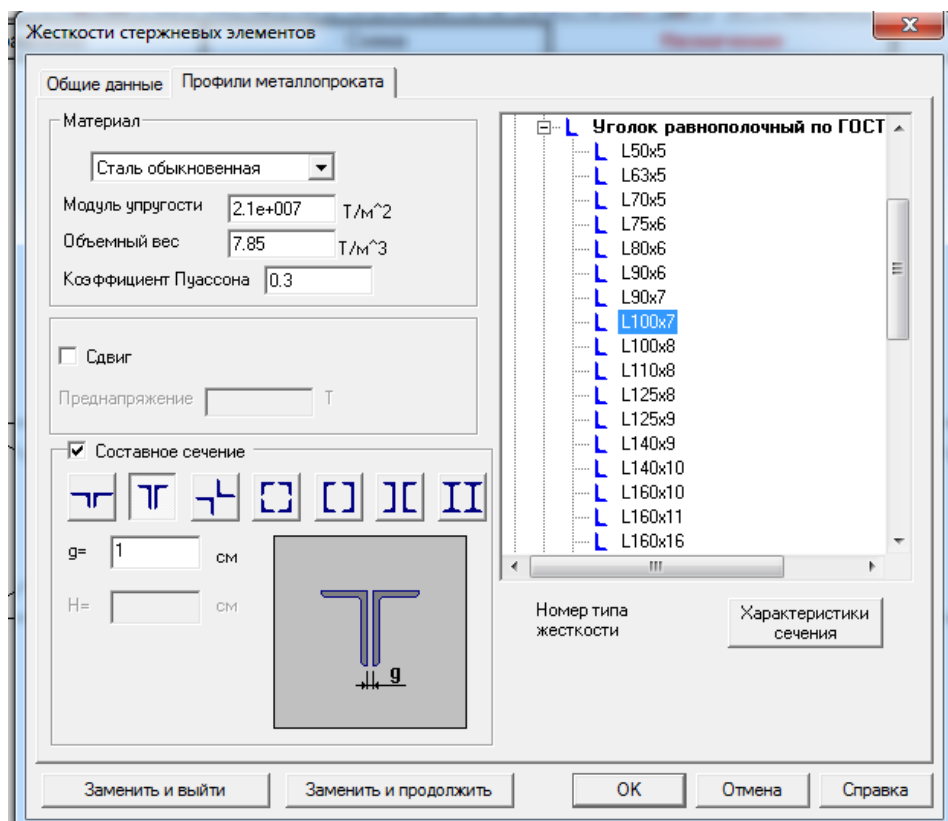

Рисунок 3.10 - Задание сечения элементов в виде спаренных уголков
7. Жесткость стержней назначается на второй странице **Профили металлопроката** диалогового окна **Жесткости стержневых элементов**, ставится маркер рядом с опцией **Составное сечение** и из списка выбирается поперечное сечение в виде спаренных уголков (рис. 3.10).